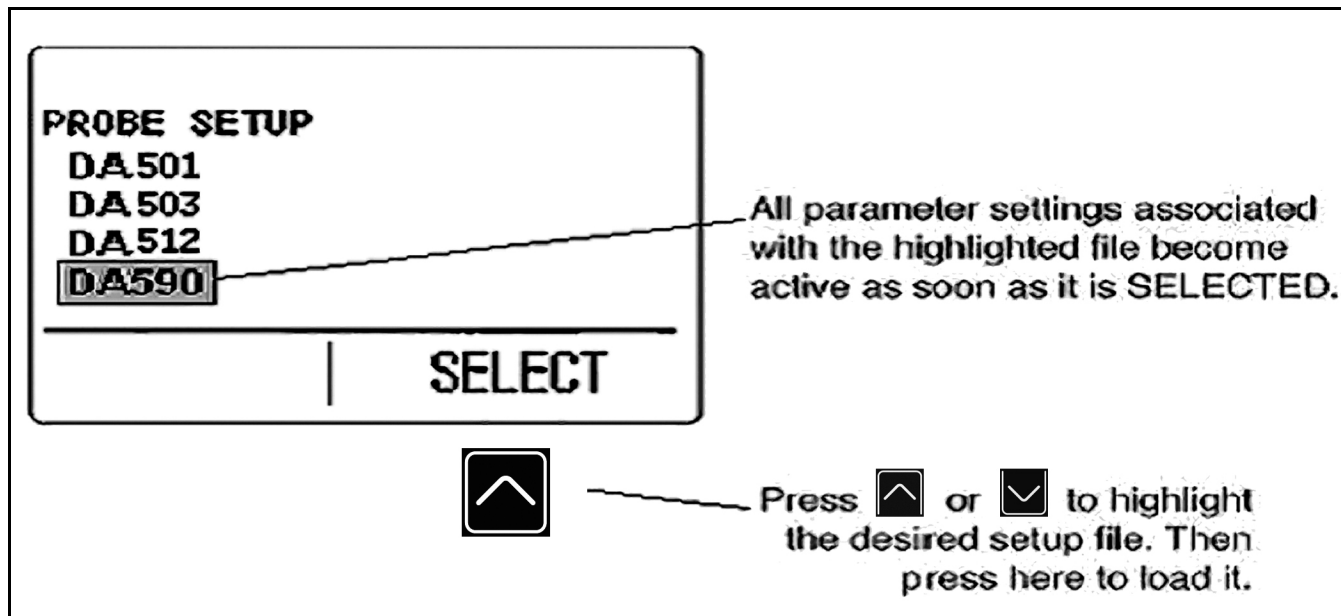

图4：探头设置显示模式
- **探头设置显示模式** - 可让用户选择标准的预加载仪器设置，每个模式均与特定的探头型号相匹配（请参阅图 4，位于页码 11）。